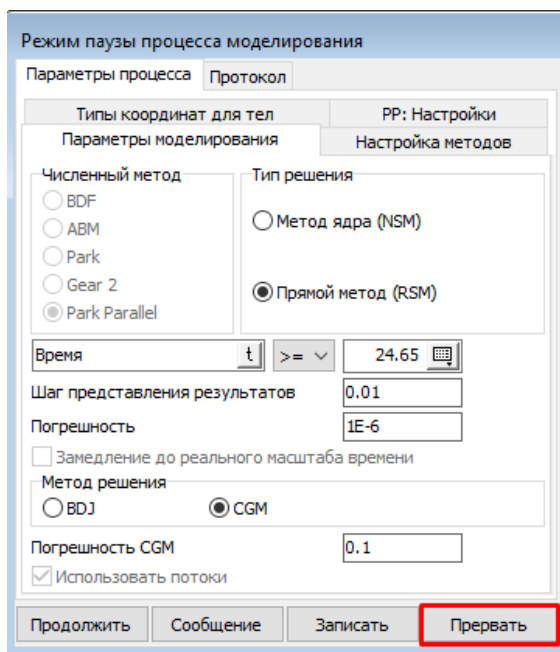

Рис. 23. Окно режима паузы процесса моделирования
2. Перейдем к настройкам теста. В окне **режима паузы процесса моделирования** нажмите кнопку **Прервать**, рис. 23.